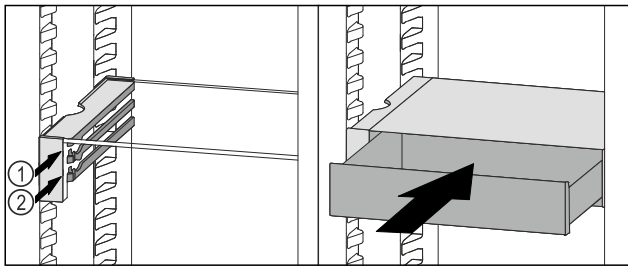

Fig. 105
- ▶ Coloque el cajón VarioSafe en la nervadura deseada Fig. 105 (1) o Fig. 105 (2) detrás de los topes.